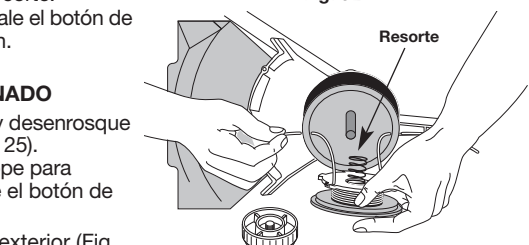

Fig. 31
8. Tome aproximadamente 3 m (10 pies) de nueva línea de corte. Inserte un extremo de la línea a través de uno de los orificios del carrete interior (Fig. 31). Pase la línea a través del carrete interior hasta que queden sólo 4 pulgadas fuera.
9. Inserte el extremo de la línea en el orificio abierto del carrete interior y hale de la línea en forma ajustada a fin de que el lazo sea lo más pequeño posible (Fig. 31).